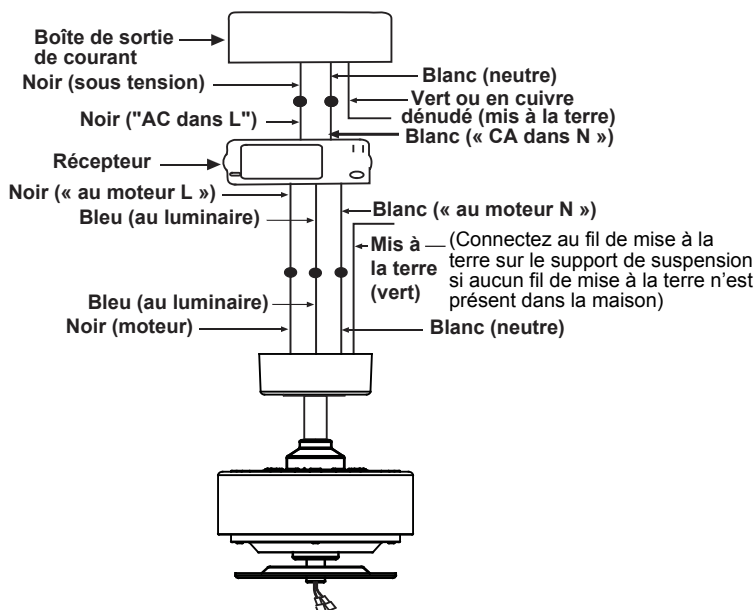

Fig. 15
Étape 2. Connexions électriques du moteur au récepteur : Connectez le fil noir du ventilateur au fil noir marqué « TO MOTOR L (AU MOTEUR L) » du récepteur. (Fig. 15)
Étape 3. Connexions électriques du récepteur aux fils d'alimentation de la maison : Connectez le fil noir (sous tension) du plafond au fil noir marqué « AC in L (CA dans L) » du récepteur. Connectez le fil blanc (neutre) du plafond au fil blanc marqué « AC in N (CA dans N) » du récepteur. Fixez fermement et de manière sécuritaire les connexions électriques avec les capuchons de connexion en plastique fournis. (Fig. 15)
Étape 4. Si votre boîte de sortie de courant a un fil de mise à la terre (vert ou en cuivre nu), connectez-le aux fils de mise à la terre du ventilateur; sinon, connectez le fil de mise à la terre du support de suspension au support de montage. Fixez fermement et de manière sécuritaire la connexion électrique à l'aide d'un capuchon de connexion en plastique fourni. Après avoir connecté les fils, séparez-les de façon à ce que les fils verts et blancs soient d'un côté de la boîte de sortie de courant et les fils bleus de l'autre côté. Rangez soigneusement toutes les connexions électriques vers le haut à l'intérieur de la boîte de sortie de courant. (Fig. 15)